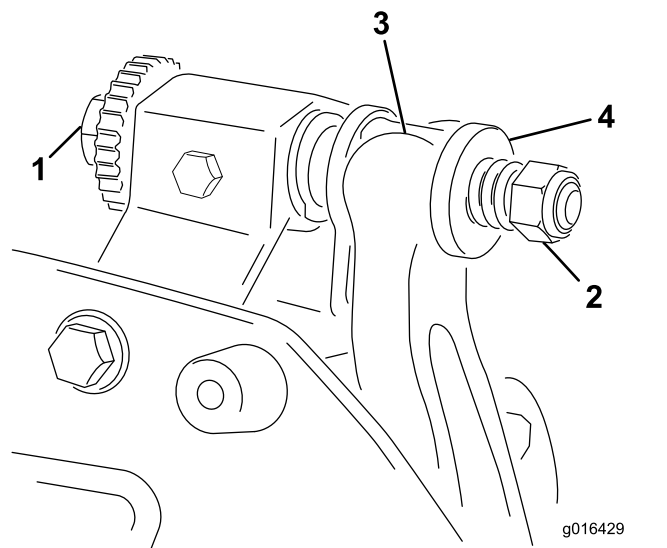

図 17
1. ベッドバー調整ねじを左に回してベッドナイフとリールの接触をなくす 図 17。
2. スプリングテンションナットをゆるめて、ワッシャがベッドバーを全く押さないようにする 図 17。
1. ワッシャとベッドバー調整ねじとの間にベッドバーの固定用耳を入れる 図 17。